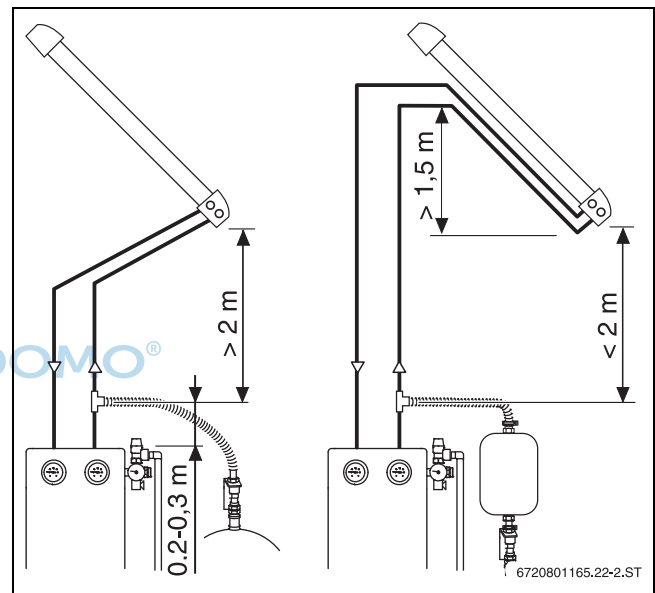

Bild 143 Abstand zum Kollektorfeld (SKR)
- ▶ Wenn die Mindestrohrleitungslänge oder der Mindesthöhenabstand **nicht** eingehalten werden kann: Am Kollektorfeld mit Vorlauf und Rücklauf einen „Leitungssack“ von mindestens 1,5 m Höhe bilden ( $\rightarrow$  Bild 143).